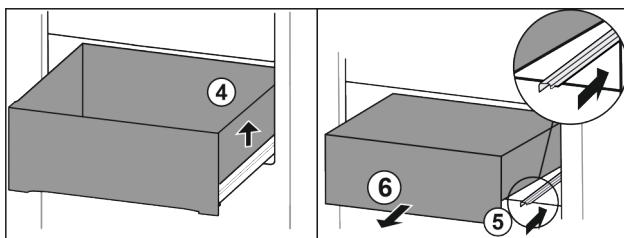

Fig. 91
- Приподнимите выдвижной ящик справа. Fig. 91 (4)
- Вставьте правую направляющую. Fig. 91 (5)
- Извлеките выдвижной ящик движением вперед. Fig. 91 (6)